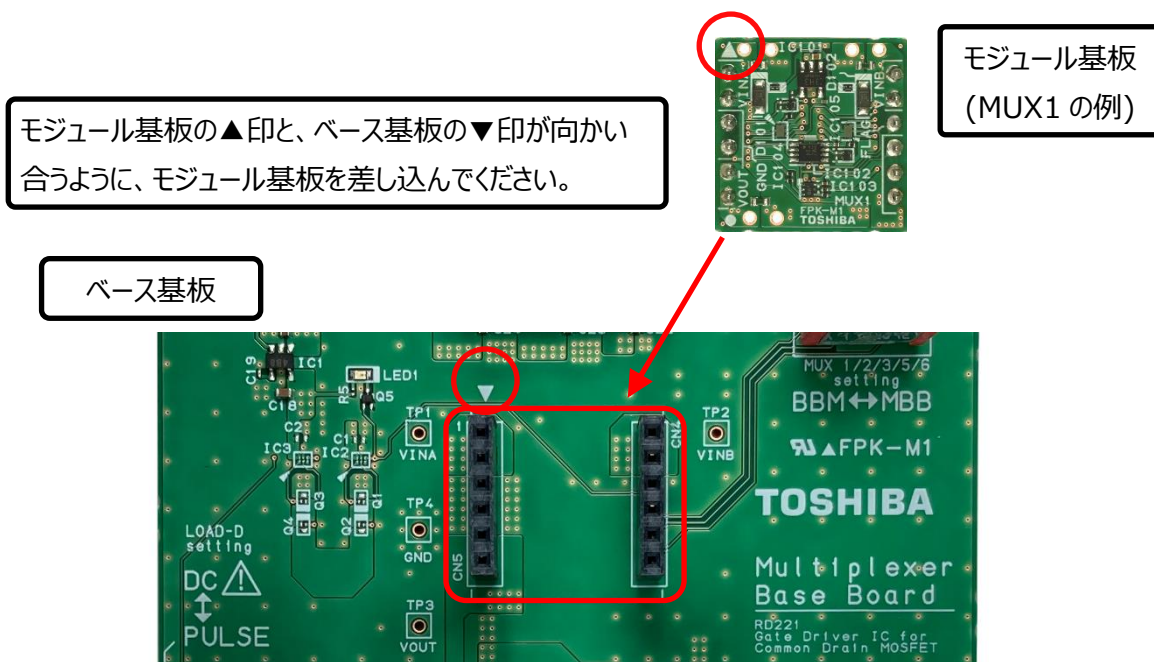

図 4.2 ベース基板とモジュール基板との接続
1. ベース基板のモジュール基板接続コネクタ（CN4, CN5）にモジュール基板を図 4.2 の通り接続します。